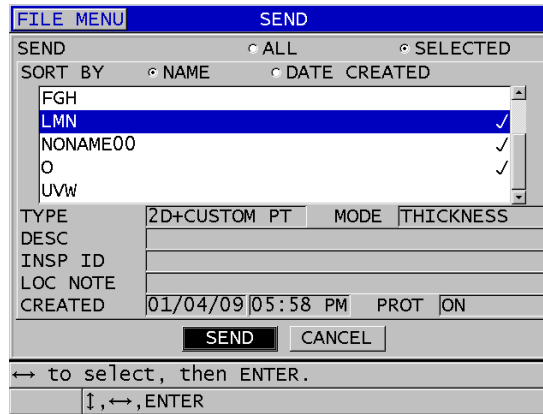

Abbildung 14-6 Auswahl der zu übertragenden Datei
4. Verfahren Sie im Fenster **SENDEN** (siehe Abbildung 14-6 auf Seite 286) wie folgt: